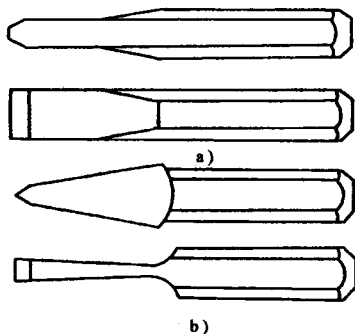

图 1-8 凿子
② 凿子 凿子是凿削时的主要工具，由碳素工具钢锻制而成，分平凿(又称扁凿)和窄凿两种，见图 1-8。平凿用于凿削平面和凿断金属，刃宽一般为 10 ~ 15mm；窄凿用于凿削沟槽，刃宽约 5mm，凿子全长为 125 ~ 150mm。使用过程中，如发现刃部变钝、破损和顶部打毛卷边，应及时修磨后再使用。